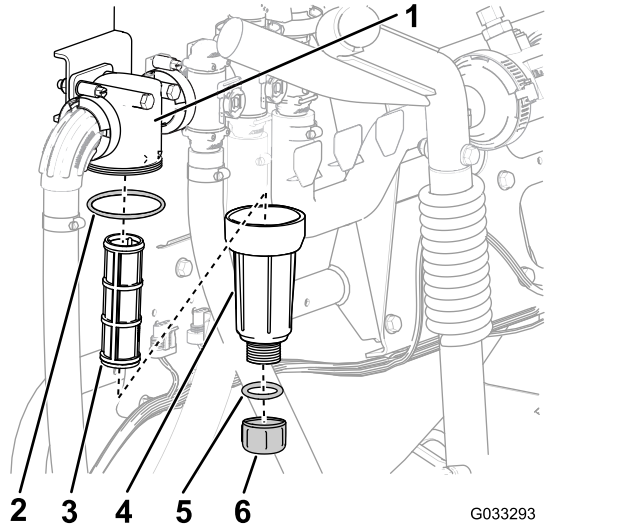

Bild 56
2. Stellen Sie eine Auffangwanne unter den Druckfilter (**Bild 56**).
3. Drehen Sie die Ablassschraube nach links und nehmen sie von der Glocke des Druckfilters ab (**Bild 56**).
4. Drehen Sie die Glocke nach links und nehmen sie vom Filterkopf ab (**Bild 56**).
5. Entfernen Sie den alten Druckfiltereinsatz (**Bild 56**).
6. Überprüfen Sie den O-Ring für die Ablassschraube (in der Glocke) und den O-Ring für die Glocke (im Filterkopf) auf Beschädigungen und Abnutzung (**Bild 56**).
7. Setzen Sie den neuen Druckfiltereinsatz in den Filterkopf ein (**Bild 56**).
8. Befestigen Sie die Glocke am Filterkopf und ziehen sie mit der Hand an (**Bild 56**).
9. Setzen Sie die Schraube in den Filterkopf ein und ziehen sie mit der Hand an (**Bild 56**).